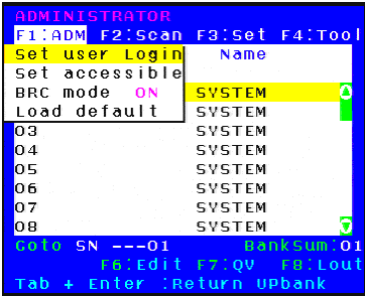
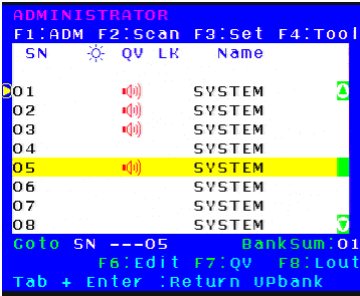

图 4-1.6
图 4-1.7
- ✧ BRC Mode off- 按【Enter】 键，关闭或者打开 BRC 广播模式（图 4-1.6）。进入主菜单，按【F7】按键增加或者删除需要广播的端口，设置为广播的端口在主菜单 QV 栏目下显示为小喇叭状，如图 4-1.7
【F1】→BRC Mode OFF→按【Enter】键→BRC Mode ON (图 4-1.6)
按【↑】【↓】键→选择需要打开广播功能的端口→按【F7】→主菜单 QV 栏内会出现小喇叭图标（图 4-1.7），该端口已进入广播模式
按【F1】->BRC Mode OFF ->按【Enter】键,进入主菜单，所有带有喇叭图标的端口改为喇叭图标(图 4-1.7)